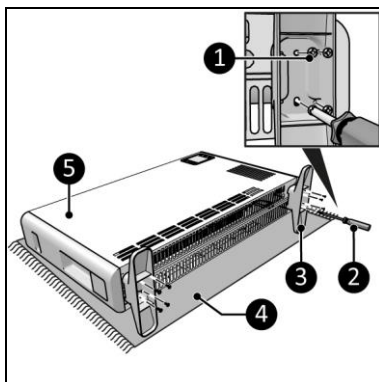

Figura 8
1. Așezați dispozitivul pe o suprafață fixă, netedă (Figura 8, poz. 4).
2. Așezați picioarele de susținere (Figura 8, poz. 3) pe ambele părți ale corpului principal (Figura 8, poz. 5).
3. Înșurubați și strângeți picioarele de susținere cu șuruburile mici (Figura 8, poziția 1) în cele două găuri centrale și în cele două exterioare, folosind o șurubelniță Phillips (Figura 8, poziția 2).